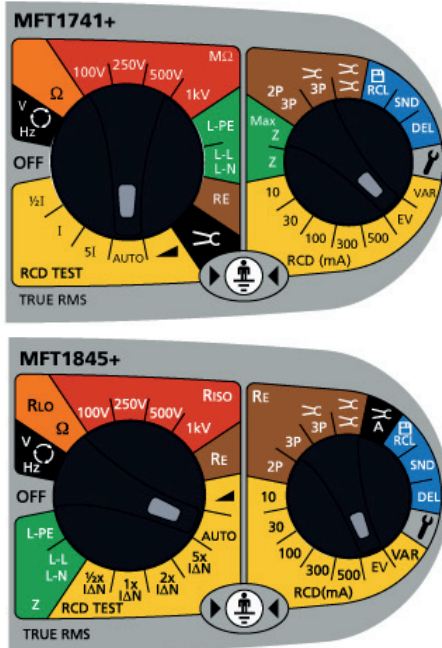

Bild 1, Schaltereinstellungen
1. Wählen Sie den automatischen Ablauf („auto“) auf dem linken Bereichsschalter (sehen Sie Bild 1).